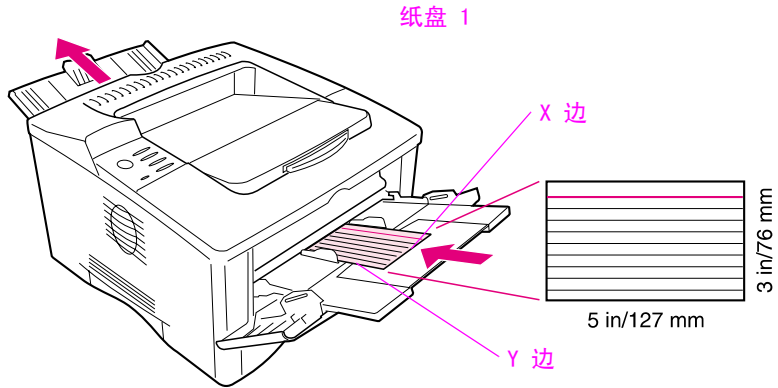

图 11 打印自定义尺寸纸张
- 3 在 Printing Menu 中，按图 11 所示设置 X 尺寸（纸张前边）。纸盘 1 的 X 尺寸可以是 3-12.28 英寸（76-312 毫米）。按图 11 所示设置 Y 尺寸（纸张的侧边）。纸盘 1 的 Y 尺寸可以是 5-18.5 英寸（127-470 毫米）。